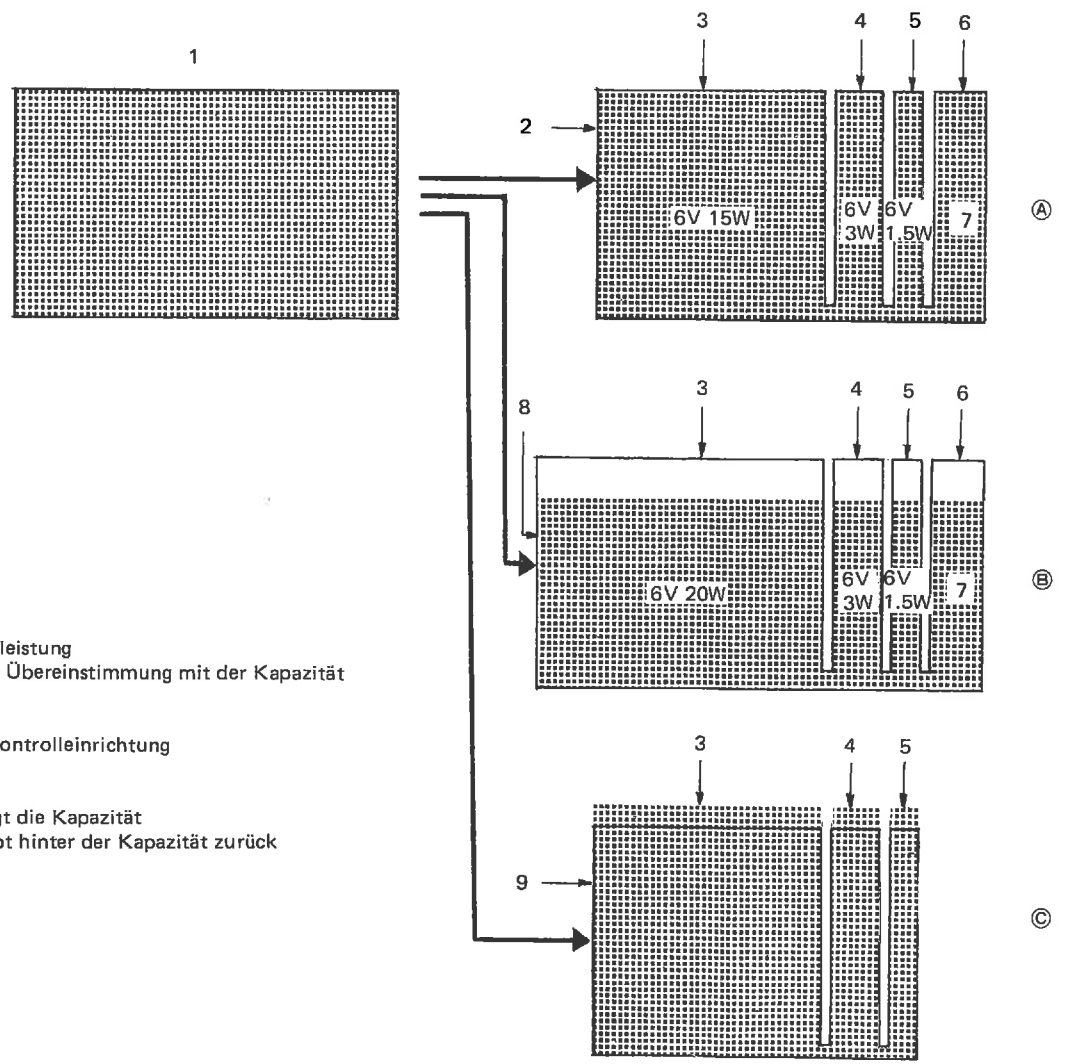

Fig. 13
The following simplified diagram shows the relation between the generated output and the loads. Fig. 13-(A) shows that the generated output is appropriate for the capacity of the loads (electricity consumption).
If the head light is larger in wattage than specified, as shown in Fig. 13-(B), the amount of current flowing to the loads will be insufficient, making the lights darker.
If the head light is smaller in wattage than specified, as shown in Fig. 13-(C), an excessive amount of current will flow to other lights, causing the filaments to burn out. The same is true if the battery is removed or the loads are reduced in number or in capacity.
En Fig. 13-(A) l'équilibre est parfait entre le courant engendré et la capacité des diverses réceptrices (appareils consommant le courant): l'éclairage fonctionne normalement et la batterie charge normalement.
En Fig. 13-(B), la puissance en watts du phare est supérieure à la normale, de sorte que les autres réceptrices ne reçoivent pas un courant suffisant: les lampes éclairent trop faiblement.
En Fig. 13-(C), la puissance en watts du phare est inférieure à la normale. Par conséquent, les autres réceptrices reçoivent un courant excessif qui provoque le grillage des ampoules. La même chose se passe en cas de retrait de la batterie ou en cas de réduction du nombre et de la capacité des réceptrices.
Das folgende vereinfachte Diagramm zeigt die Beziehung zwischen der erzeugten Ausgangsleistung und den Belastungswerten an. Fig. 13-(A) zeigt, daß die erzeugte Ausgangsleistung der Kapazität der Belastungswerte (Stromverbrauch) entspricht. Die Beleuchtung hat die richtige Helligkeit und die Batterie ist ebenfalls richtig geladen.
Falls das Scheinwerferlicht eine größere Wattzahl als erforderlich aufweist, wie es in Fig. 13-(B) dargestellt ist, fließt eine unzureichende Strommenge zu den Verbrauchern, wodurch die Lichter dunkler erscheinen. Das Gleiche gilt im Falle eines Verwendens von zusätzlicher Beleuchtung.
Falls das Scheinwerferlicht hinsichtlich der Wattzahl geringer als erforderlich ist, wie es in Fig. 13-(C) dargestellt ist, fließt übermäßig viel Strom zu den anderen Verbrauchern, wodurch ein Durchbrennen des Leuchtfadens verursacht wird.
s in Fig. 13-(C)